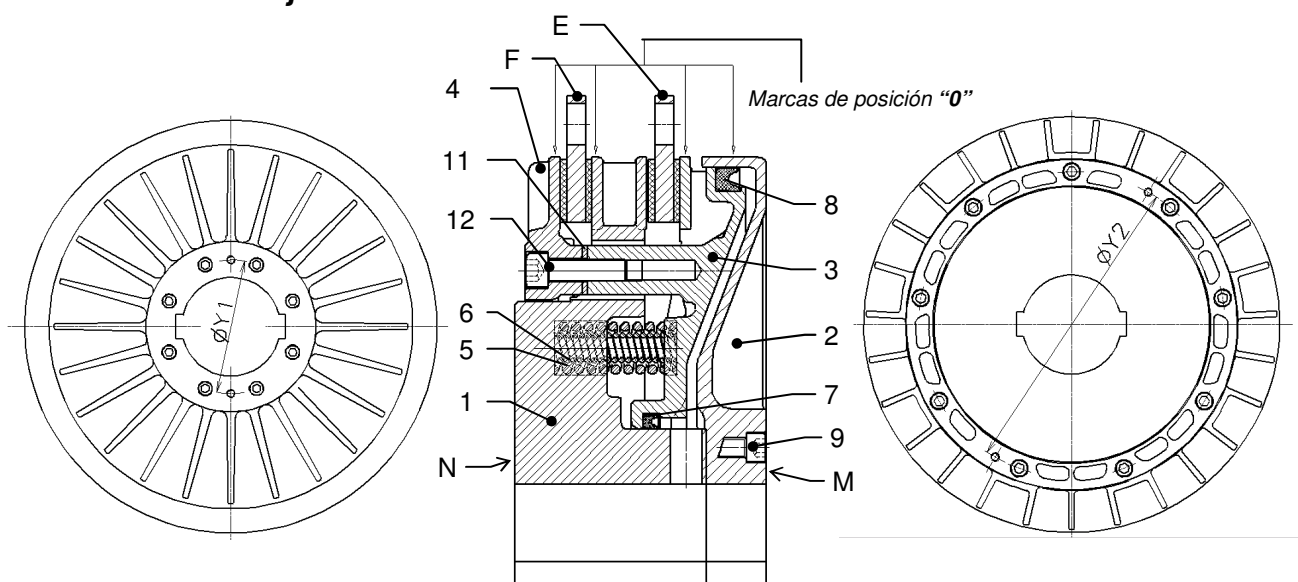

Fig. 11
1. Desmontar los discos de freno (F) y embrague (E) (Fig. 11) según el procedimiento descrito en el **Capítulo 4.3**.
3. Apoyar el freno-embrague sobre la cara M (Fig. 11) de la tapa lado embrague (2).
4. Soltar todos los tornillos (12) y retirar el anillo freno (4) y las arandelas (11).
5. Dar la vuelta al freno-embrague y colocarlo sobre la cara N de la tapa lado freno (1).
6. Soltar progresivamente los tornillos (9) en cruz. De esta forma las dos tapas se irán separando y los resortes irán perdiendo su fuerza de expansión.
2. Apoyar la tapa lado freno (1) sobre la cara N (Fig. 11).
5. Colocar los collarines (7 y 8) correctamente en el pistón (3).
6. Montar el pistón (3) sobre la tapa lado freno (1) haciendo coincidir las marcas de posición "0".
7. Engrasar las superficies de asiento del collarín en la tapa lado embrague (2) con grasa de disulfuro de molibdeno (MOLYKOTE BR2Plus o similar).
8. Aplicar en la superficie de unión de la tapa lado embrague (2) con la tapa lado freno (1) LOCTITE de sellado (510 o similar), asegurando la estanqueidad.
9. Colocar la tapa lado embrague (2) sobre la tapa lado freno (1) y pistón (3) haciendo coincidir las ranuras del primero con los orificios de entrada de aire y las marcas de posición "0".
10. Fijar con pasadores y apretar en cruz los tornillos (9) a su par correspondiente según Tabla 9 tras aplicar LOCTITE de fijación (270 o similar).